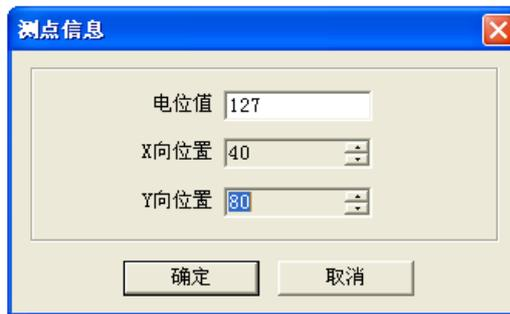

图 4-14 测点信息
1、编辑测点：编辑当前测点的相关信息（其中当前测点是指视图区中“数据阵列”、“数据图标”和“数据色谱”中静态光标标记的测点），编辑测点对话框如图 4-14 所示。
2、添加测点：向当前构件手动添加一个测点，相应的弹出对话框见图 4-14。